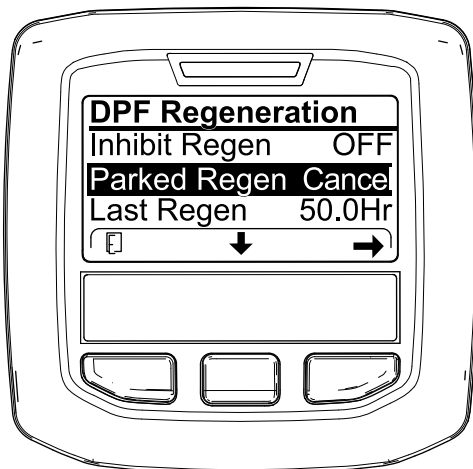
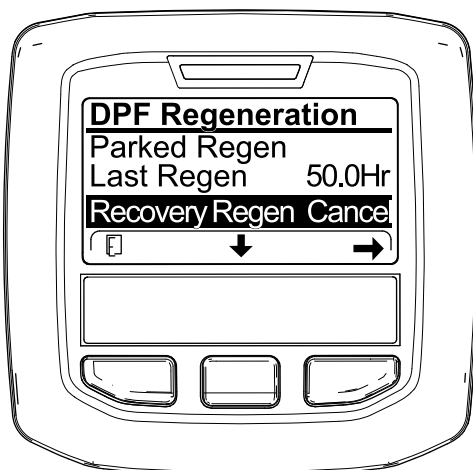

Рисунок 58
Рисунок 59
1. Перейдите к меню регенерации DPF (Рисунок 58).
2. Нажмите среднюю кнопку, чтобы перейти вниз к опции PARKED REGEN CANCEL (ОТМЕНА СТАЦИОНАРНОЙ РЕГЕНЕРАЦИИ) (Рисунок 58) или к опции RECOVERY REGEN CANCEL (ОТМЕНА ВОССТАНОВИТЕЛЬНОЙ РЕГЕНЕРАЦИИ) (Рисунок 59).
3. Нажмите правую кнопку для выбора опции Regen Cancel (Отмена регенерации) (Рисунок 58 или Рисунок 59).